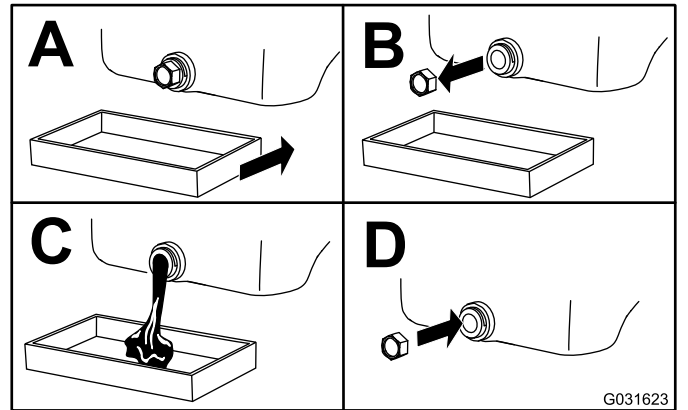

Figura 38
3. Cambie el aceite (Figura 38).